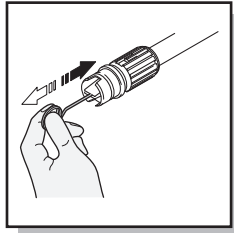

Fig. 20
- Utilizando el limpiador de la punta de la boquilla que se proporciona (o un clip desplegado), inserte el cable en el orificio de la boquilla y mueva hacia atrás y hacia adelante hasta que la suciedad sea desalojado (Fig. 20). Enjuagar el agua a través de las boquillas utilizando una manguera de jardín y la presión más alta disponible (boquilla de agua estándar o utilice el pulgar sobre la boquilla para crear la presión de agua para enjuagar al revés).